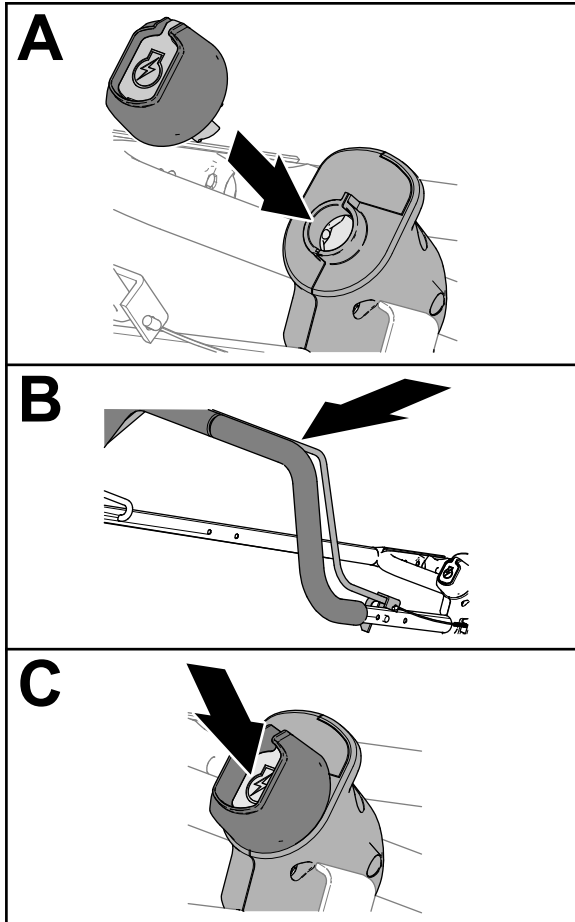

Figura 16
1. Inserte la llave de arranque eléctrico en el interruptor de arranque eléctrico (Figura 16).
2. Agarre el manillar y la barra de presencia del operador y cierre la barra contra el manillar (Figura 16).